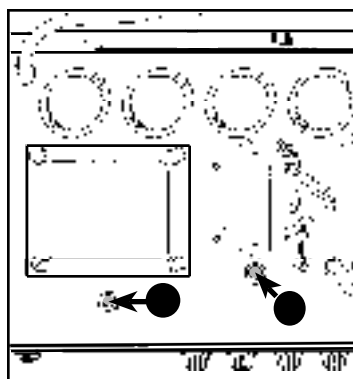

FIG. 1
- A. **HUM BALANCE ADJUSTMENT** - Diese Regulierung minimiert das an den Lautsprechern hörbare Brummgeräusch, das durch ein Ungleichgewicht in den Glühfäden der Röhren verursacht wird. Nehmen Sie die Regulierung nach dem Auswechseln der Röhren vor. Regulierungsanleitung: Schalten Sie den Verstärker 2 Minuten lang **EIN**, wobei kein externes Gerät an den **INPUTS** angeschlossen sein darf. Drehen Sie die Regler **VIBRATO CHANNEL - VOLUME**, **MIDDLE** und **BASS** vollständig in Uhrzeigerichtung und den Regler **TREBLE** vollständig gegen die Uhrzeigerichtung. Drehen Sie alle **NORMAL CHANNEL**-Regler vollständig gegen den Uhrzeigersinn. Schalten Sie die Effekte **REVERB** und **VIBRATO** aus. Drehen Sie anschließend mit einem Schlitzschraubendreher den **BALANCE ADJUSTMENT**-Regler (siehe „A“ in ABB. 1) abwechselnd in beide Richtungen, und wählen Sie die Position, bei der die geringsten Brummgeräusche entstehen.
A. BALANCE ADJUSTMENT - この調整は真空管のフィラメントのアンバランスによる電気音を低下します。真空管を交換した際にこれで調整してください。調整手順**INPUTS**に何も指し込んでいない状態にし、アンプの電源を入れて、2分間待ちます。**VIBRATO CHANNEL - VOLUME - MIDDLE - BASS**のノブを時計方向にいっぱいまで廻し、**TREBLE**ノブを逆時計方向にいっぱいまで廻します。すべての**NORMAL CHANNEL**ノブを逆時計方向にいっぱいまで廻します。**REVERB**及び**VIBRATO**エフェクトをオフにします。**BALANCE ADJUSTMENT**コントロールにマイナス・ドライブを差込み(図1の「A」参照)、左右廻しながら最も雑音の少ない位置を確認します。